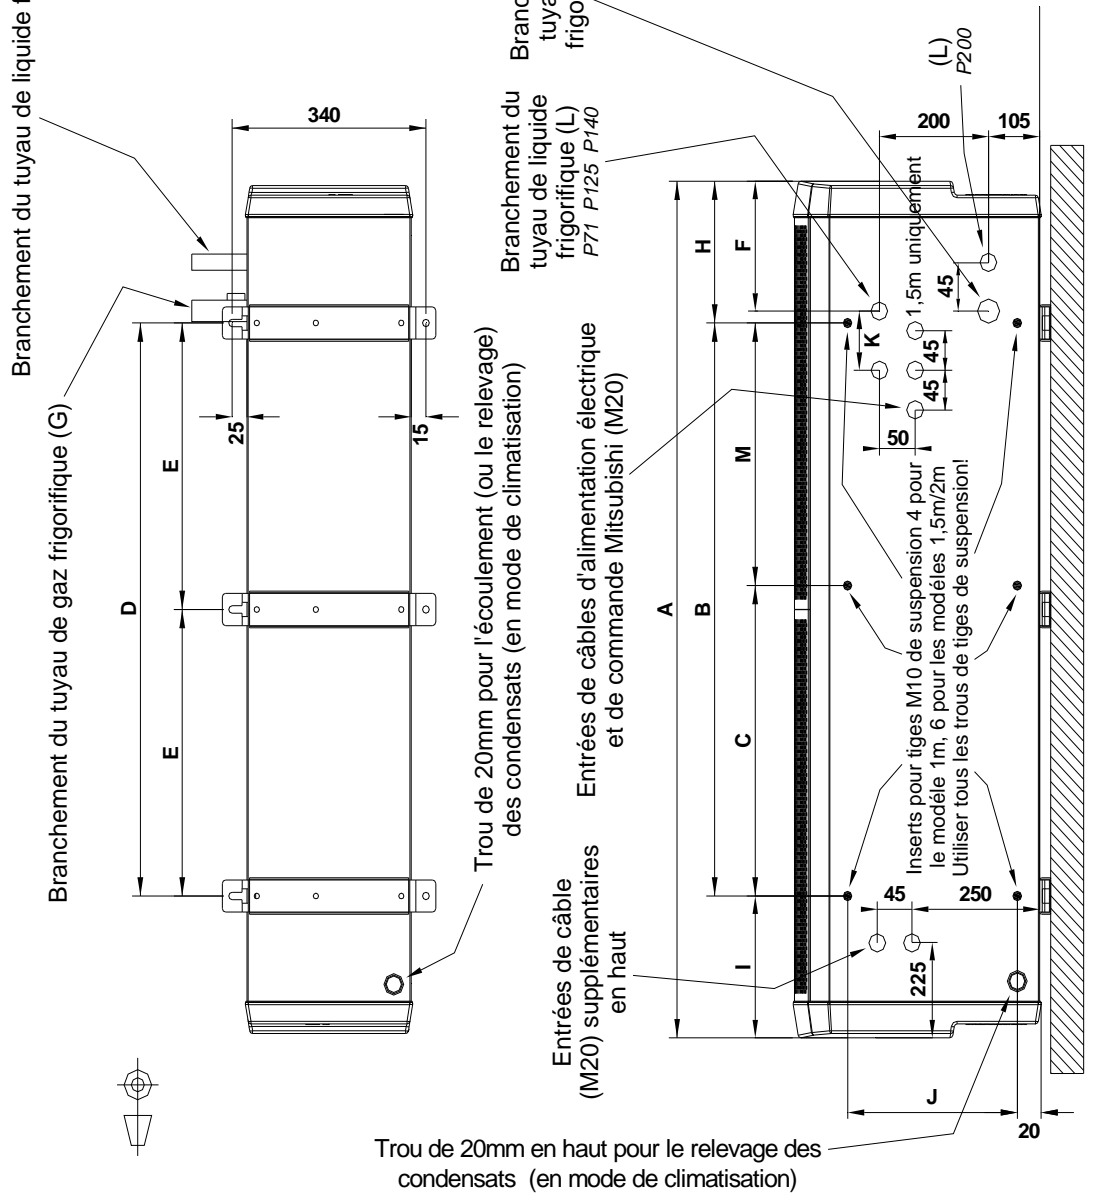

FIGURE 1 – DIMENSIONS DU RIDEAU D'AIR THERMODYNAMIQUE DRV HP
En effet, le rideau d'air est livré avec son mode de climatisation désactivé. Il est toutefois muni d'un bac de vidange des condensats intégral, et peut donc être utilisé en mode de climatisation durant les mois chauds, au gré de l'utilisateur. Cette décision devra cependant être prise au moment de la conception de l'appareil, car la climatisation nécessite la pose d'une tuyauterie de vidange des condensats qui devra être prolongée par l'installateur vers un point de vidange approprié. La vidange des condensats pourra être réalisée sous l'écoulement libre en connectant un tuyau des condensats approprié sur une tuyauterie de vidange de 15 mm reliée au bac de vidange des condensats à l'intérieur du rideau d'air. Si le système de vidange des condensats sous l'écoulement libre s'avère impossible, on pourra envisager d'éliminer des condensats à l'aide d'une pompe spéciale, livrée et installée par installateur. La pompe de relevage des condensats pourra être située à l'intérieur du rideau d'air, à l'extrémité droite, ou, le cas échéant, dans un lieu distant à l'extérieur de l'appareil. La pompe jouira d'une capacité suffisante (voir page 22), avec amorçage automatique, et sera capable de fournir une hauteur d'aspiration suffisante pour extraire les condensats hors du rideau d'air, notamment si la pompe se trouve dans un endroit éloigné. Deux entrées sont prévues à l'extrémité droite du rideau d'air pour le passage de la tuyauterie des condensats, voir Figure 1, Page 11. Les modèles de pompe à condensats recommandés sont du type péristaltique ou à membrane rotative. Nous recommandons la pompe Blue Diamond à membrane rotative avec sonde de signal de refroidissement (drainStik) fabriquée par la société Charles Austen Pumps Ltd. (www.miniblue.co.uk).
Étape 1. Se reporter à la Figure 1, Page 11, pour les consignes de montage, et percer les points de fixation dans le mur.
Six orifices de passage M10 sont prévus sur la partie supérieure du boîtier (pour les emplacements, voir Figure 1, Page 11), ce qui permet de suspendre l'appareil à l'aide de tiges filetées M10 (non fournies). Tous les points de suspension doivent obligatoirement être utilisés. Lors de la fixation, s'assurer que les tiges de suspension sont bien fixées sur une structure appropriée capable de supporter le poids de l'appareil (voir tableau précédent)*. Visser les tiges de suspension sur au moins 20 mm dans les orifices prévus, et poser les contre-écrous (non fournis) de sorte à empêcher les tiges filetées de tourner et de se détacher du boîtier. Ne pas trop visser profondément les tiges de suspension, au risque d'entraver les composants internes.
Il est prévu que le branchement de tuyauterie frigorigène sur le rideau d'air sera réalisé au moyen de joints brasés, et ceux-ci devront être effectués par une entreprise habilitée et dans le respect de la sécurité. Si les dimensions de la tuyauterie d'évacuation (gaz) et tuyauterie liquide, sont différentes des raccords prévus sur le rideau d'air (voir Figure 1, Page 11), des réducteurs de taille appropriée devront être utilisés. Les circuits de fluide frigorigène R410A peuvent fonctionner à des pressions pouvant atteindre 42 Bar. Il est fort possible que les joints brasés se trouvent dans des lieux publics, et tout point faible risquant de provoquer une explosion pourrait être extrêmement dangereux.
- On utilisera un fourreau de 25mm ou un raccord de conduit de câble pour le branchement de l'alimentation électrique sur le rideau d'air Voir Figure 1, Page 11 illustrant l'entrée des câbles d'alimentation électrique dans l'appareil.